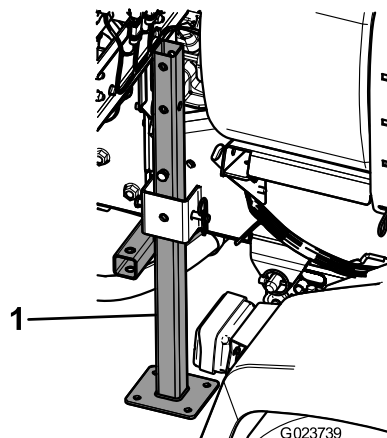

Figura 29
3. Inserite i cavalletti metallici posteriori dal basso verso l'alto nel telaio vicino ai punti di ancoraggio posteriori (Figura 29).